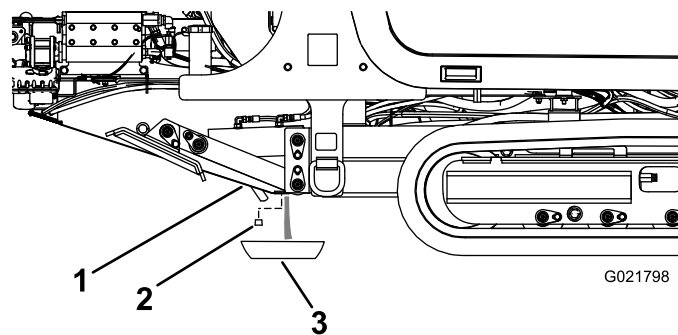

Figura 126
3. Desparafuse o bujão de drenagem até escoarem a água e os sedimentos (Figura 126).